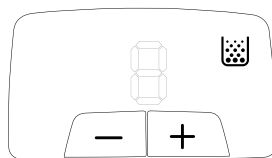

Рис. 2
- Если во время уборки на дисплее (17) отобразится символ заполнения пылесборника (рис. 2), необходимо очистить пылесборник (15) или заменить одноразовый бумажный пылесборник (26).